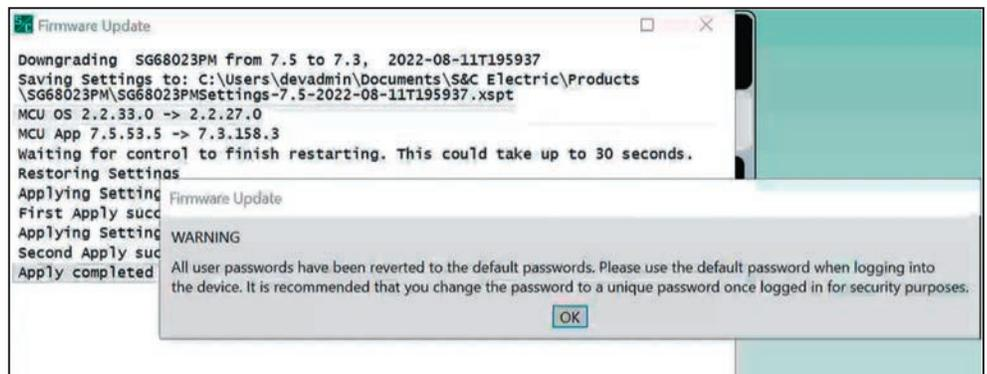

Figura 49. El mensaje que aparece tras revertir las contraseñas a los valores predeterminados una vez finalizado un proceso de downgrade.
PASO 17. Al pasar de una versión de software 7.3.100 o posterior a una versión 7.3.x o anterior, aparecerá un mensaje indicando que las contraseñas se restablecerán a los valores predeterminados una vez finalizado el proceso de cambio. Haga clic en el botón **Aceptar** para continuar. Ver Figura 49.